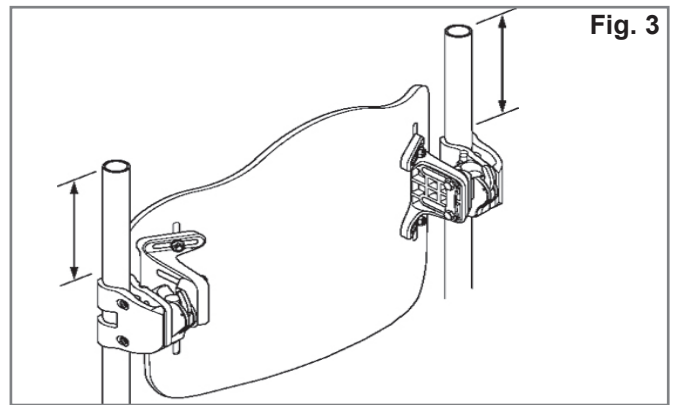
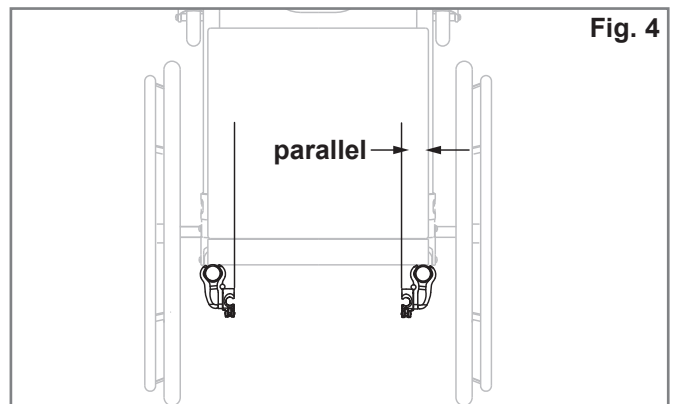

Fig. 3
Fig. 4
### Instructies montage bevestigingsmateriaal (Fig. 3, 4, 5)
2. Kijk op welke hoogte de beugels op de rugbuizen van de rolstoel gemonteerd moeten worden. De geïnstalleerde bevestigingsmaterialen moeten ongeveer op gelijke hoogte bevestigd worden op beide buizen aan de achterzijde (Fig. 3) en parallel aan het frame van de zitting (Fig. 4). Een hogere plaats op de rugbuizen is doorgaans beter.